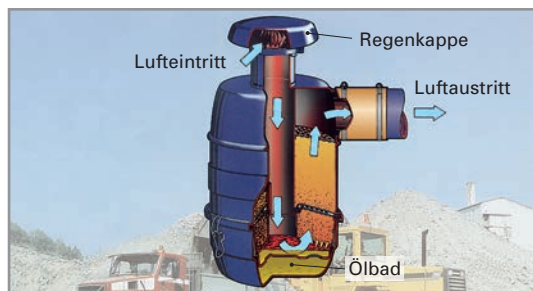

Bild 1: Ölbadluftfilter
**Ölbadluftfilter.** Im Filtergehäuse befindet sich unter dem Filtereinsatz aus Metallgewebe ein Ölbad (Bild 1). Die einströmende Luft trifft auf den Ölspiegel und reißt aus dem Ölbad Tropfen mit, die sich im Filtereinsatz absetzen. Von dort tropfen sie ab und nehmen den angesammelten Staub mit in das Ölbad. Wegen dieser Selbstreinigung haben Ölbadluftfilter gegenüber Nassluftfiltern eine höhere Standzeit.